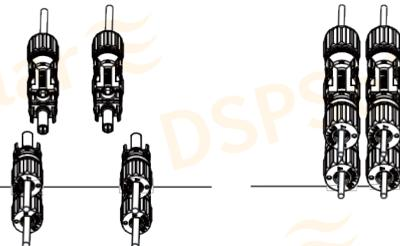

Imagen 3.6 Conexión de entrada de CC
d) Por último, inserte el conector de CC en la entrada positiva y negativa del inversor, como se muestra en la imagen 3.6.